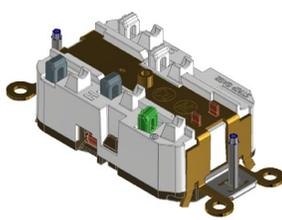

Fig. 3
- En la Fig. 3, los émbolos están en la posición "hacia abajo". Los cables no se pueden insertar mientras los émbolos están abajo.